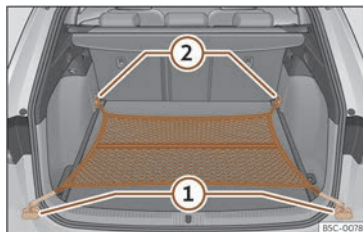

Fig. 186 Al maleter: bossa de xarxa enganxada arran de la base.
- Fixeu els ganxos de la bossa a les argolles d'amarratge >>> **fig. 186** ① y ② >>> . La cremallera de la bossa ha de quedar cap amunt.